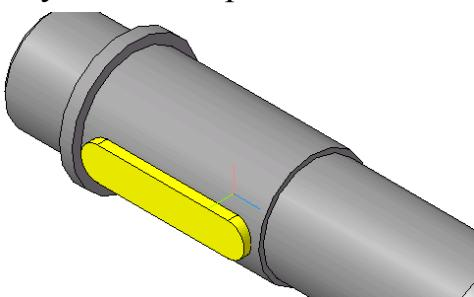

Рис. 4
12. Отожмите кнопку **Редактировать на месте**  . Результат построения шпонки показан на рис. 4.